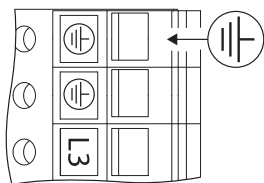

Fig. 26: Prídavné uzemnenie
- Na základe zvýšeného zvodového prúdu je nutné pri motoroch s výkonom od 11 kW v súlade s normou EN 61800-5-1:2008-04 dodatočne pripojiť zosilnené uzemnenie (pozri Fig. 26).